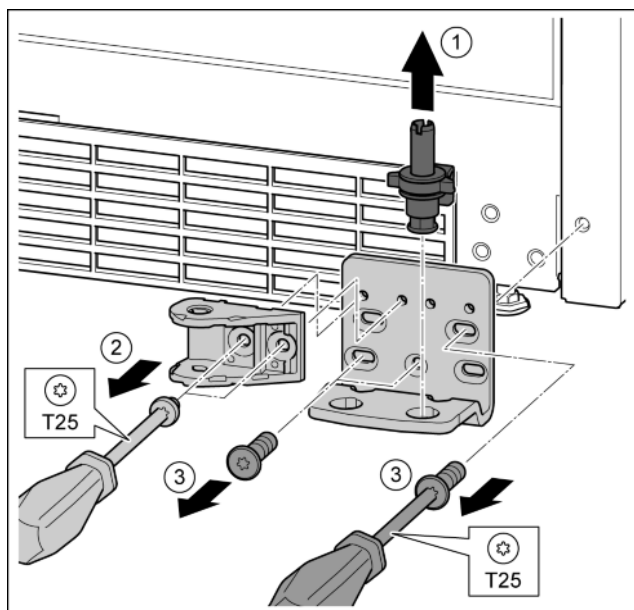

Fig. 27
- ▶ Kompletną płytkę zawiasu wyjąć w górę. *Fig. 27 (1)*
- ▶ Śruby wykręcić przy pomocy śrubokręta T25 i zdjąć płytkę zawiasu *Fig. 27 (2)*
- ▶ Śruby wykręcić przy pomocy śrubokręta T25 i zdjąć płytkę zawiasu. *Fig. 27 (3)*